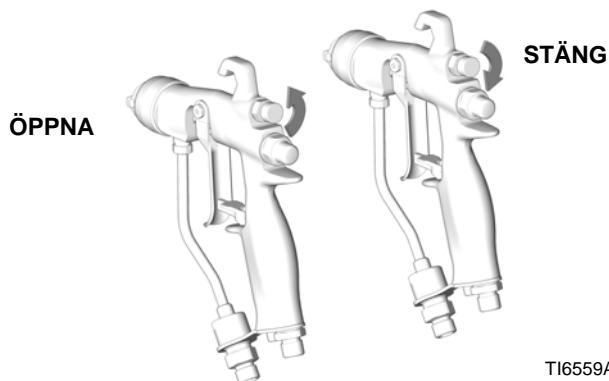

FIG. 14
4. Stäng mönsterluften genom att skruva ratten helt medurs (inåt). Se FIG. 14. Detta ställer in pistolen för bredast mönster.
Skruva mönsterlufttratten moturs (utåt) för att få smalare mönster. Se FIG. 14. Öka lufttrycket till pistolen något eller byt munstycksstorlek om mönstret inte är smalt nog. (Finns ej till pistoler med RAC-munstycke.)